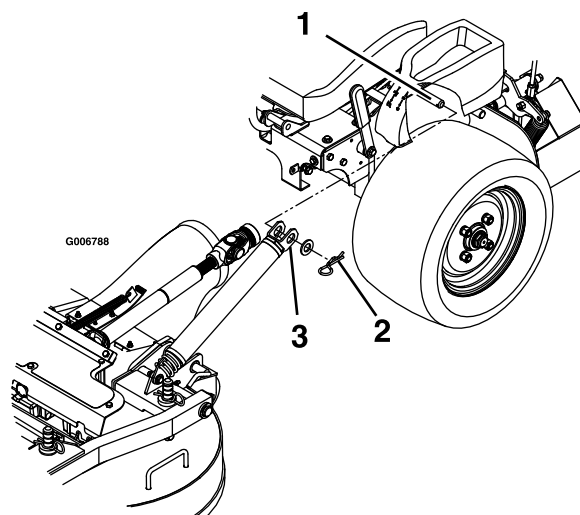

Figura 77
4. Retire os pernos de gancho e anilhas no topo da mola que ajuda à elevação da plataforma em cada lado da máquina (Figura 77).
10. Instale as molas nos pinos de ancoragem da mola debaixo das consolas esquerda e direita e fixe com uma anilha e um perno de gancho (Figura 77).